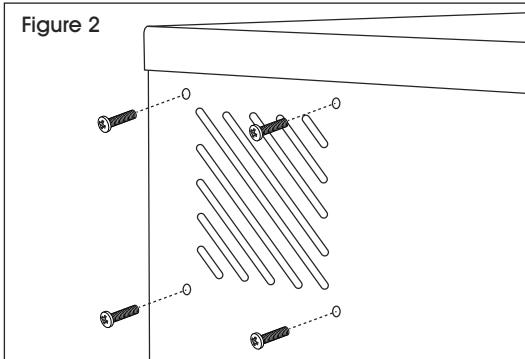

Figure 2
2. Alignez les trous des boulons du ventilateur sur ceux de la section carrée servant à la ventilation de l'armoire informatique mobile. (Voir Figures 2 et 3)
3. Insérez les boulons dans l'armoire de l'extérieur, puis dans le ventilateur et la grille de protection se trouvant à l'intérieur. Fixez le tout avec les écrous. (Voir Figures 2 et 3)